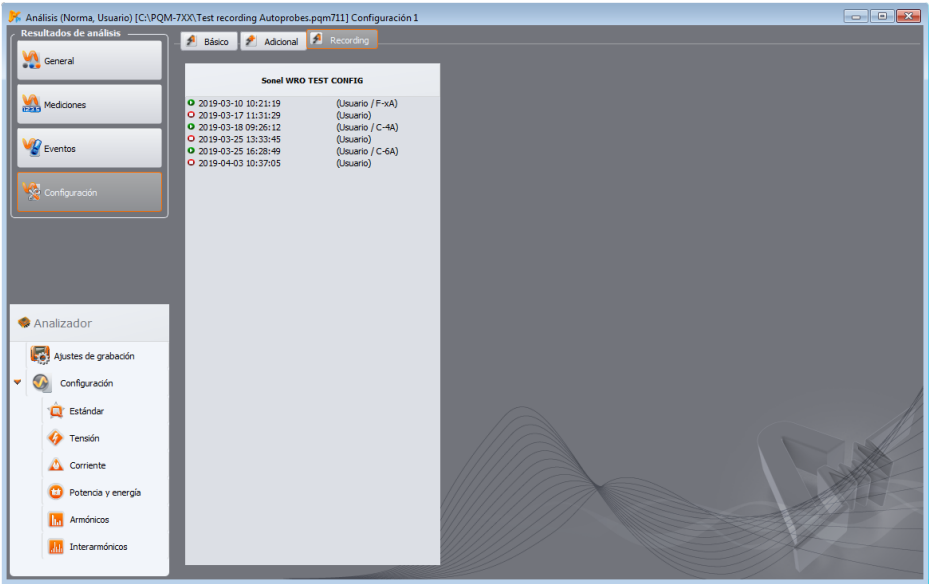

Fig. 75. Vista previa de configuración - una lista de periodos de registro con el tipo de la pinza asignada.
- todos los períodos de registro con tiempos y pinzas asignadas (Fig. 75),